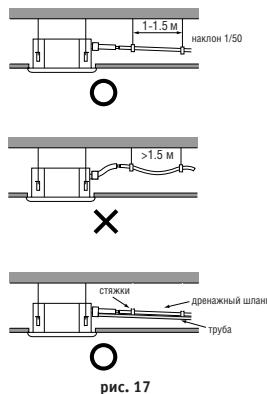

рис. 17
- Чтобы конденсат не затекал обратно в кондиционер после его выключения, дренажный шланг должен быть слегка наклонен вниз наружу (от кондиционера) под углом около 1/50. На шланге не должно быть подъемов и петель (рис. 17-а).
- В процессе подключения дренажного шланга не тяните за него, чтобы не сместить кондиционер. Через каждые 1–1,5 м нужно закрепить шланг, чтобы он не провисал (рис. 17-б).
- Если шланг очень длинный, закрепите его часть, находящуюся внутри помещения с защитной трубой, чтобы он не провисал (рис. 17-с).